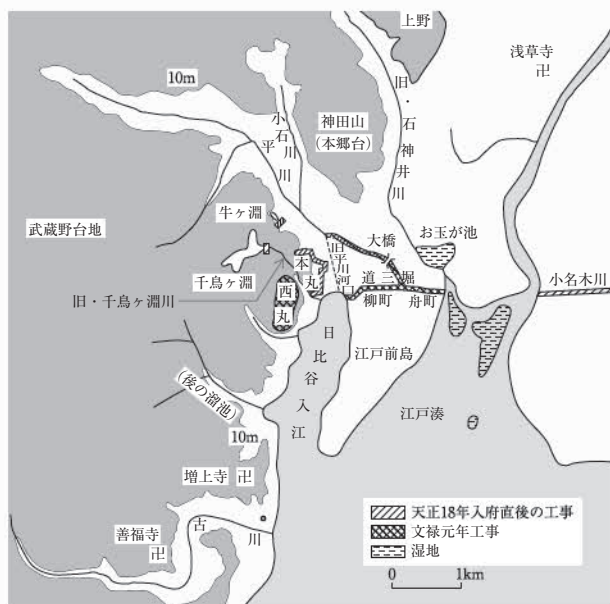

図1 家康の江戸入府直後の工事
城は武蔵野台地の東端にあり、日比谷入江に面していた（図1）。この入江は現在の皇居外苑・日比谷公園・内幸町・新橋などを含む水面で、最奥部には今の神田川の原形となった旧・平川が注いでいた。旧・平川の河口付近では、東京大学の建つ本郷台（武蔵野
江戸入りした家康が真っ先に行ったのは、①飲料水の確保、②城の最小限の修築、③平川付替と道三堀の開削工事（図1）、④行徳までの沿海運河の確定である。家康がまだ天下を獲っていない時期だったので、家臣たちは泥まみれで土木工事に従事した。
文禄元年（1592）頃からは、飲料用の貯水池である千鳥ヶ淵と牛ヶ淵を整備した（図1）。「淵」とはダム湖のことである。千鳥ヶ淵は、坂下門付近で日比谷入江に流入していた旧・千鳥ヶ淵川の谷を旧・東京国立近代美術館工芸館の前で堰き止めて造られた。牛ヶ淵は武蔵野台地の東縁部の崖下からの湧水を貯水したもので、今もダムの痕跡として下流側の清水濠との高低差が見られる。城の南側には小川を堰き止めた溜池も造られた。
平川の付替では、日比谷入江に注ぐ平川の河口を江戸前島の東側のつけ根部分に移した（図1）。これは江戸前島のつけ根を横断する道三堀の開削とセットになっており、入江に流入する流れは減少し、埋め立てる準備にもなった。同時に現・隅田川の対岸に小名木川と新川の運河を作り、戦略物資であった塩の産地・行徳と江戸城を水運で直結させた。